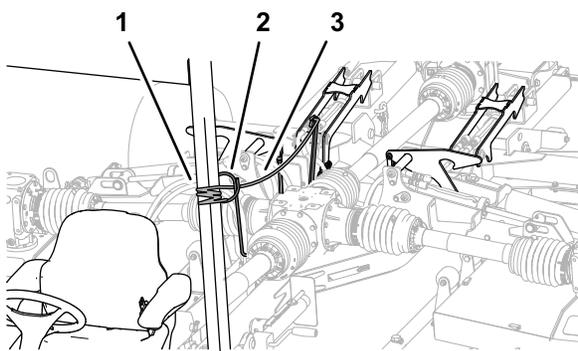

Рисунок 35
5. Потяните и удерживайте трос фиксаторов дек (**Рисунок 35**).